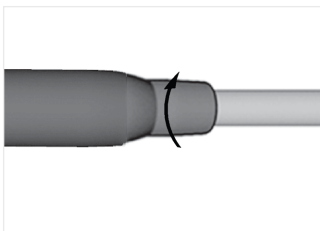

FIG. 3
4. Sujetando el motor, atornille por completo el casquillo del tubo flexible a la conexión trasera del motor FIG. 3.